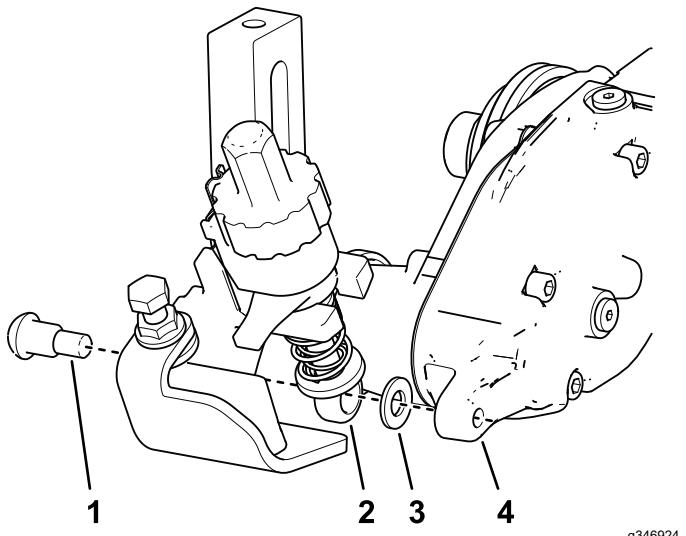

Bild 11
- Positionieren Sie auf der Groomerantriebsseite die Einstellarmstange der Schnitthöhenhalterung an der Innenseite des Groomerantriebs und sichern Sie diese mit einer Ansatzschraube und einer gehärteten Unterlegscheibe, wie in Bild 11 dargestellt. Ziehen Sie die Ansatzschraube auf ein Drehmoment von 16 bis 22 N·m an.